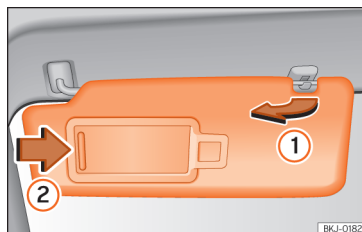

Fig. 82 Pala do sol.
- A pala do sol pode ser puxada para fora da fixação e ser virada para a porta »» Fig. 82 ①.